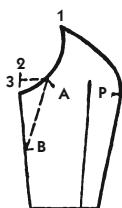

Рис. 714
5. Положите лекало 713 на базовое лекало кимоно и перенесите от точки А линию проймы (засечка 3 на рис. 714).